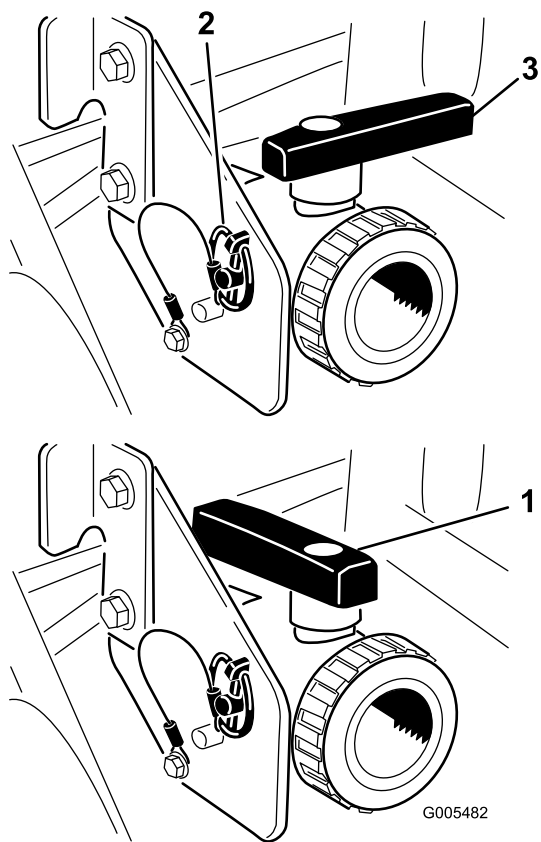

**Figure 26**
- Trouvez l'emplacement du robinet de vidange de la cuve du côté gauche de la machine (Figure 26). Le robinet se trouve sur le châssis, devant le réservoir de carburant.